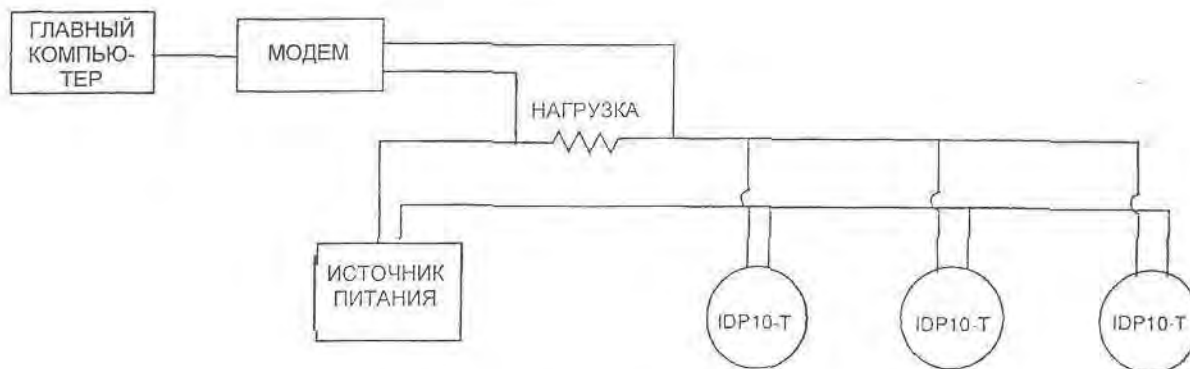

Рис. 12. Типовая схема многоточечной сети
На рис. 12 показана типовая многоточечная сеть. Этот рисунок не предназначен для использования в качестве монтажной схемы. Со всеми конкретными вопросами в отношении применения многоточечных схем связи следует обращаться в компанию «HART Communications Foundation» ((512) 794-0369).